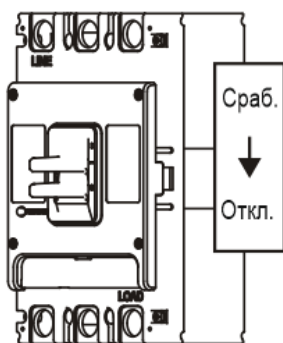

Рис. 2
- 2) Переведите изделие в положение «ОТКЛ» (Отключено), см. рис. 2.